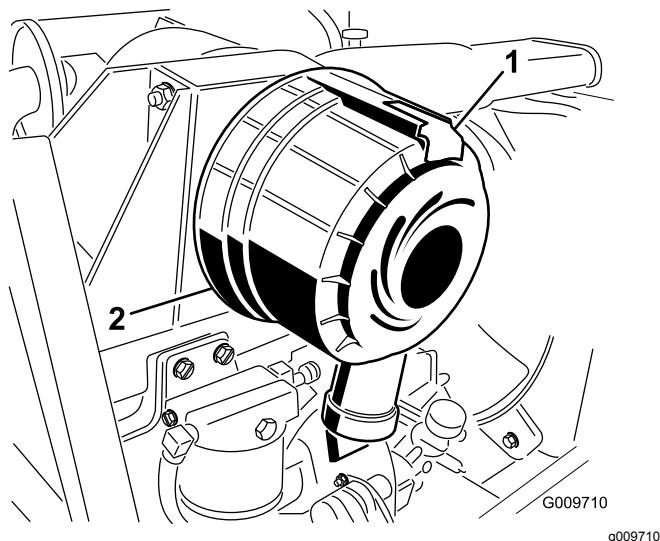

図 50
1. ラッチを引いて外し、カバーを左にひねってボディからはずす図 50。